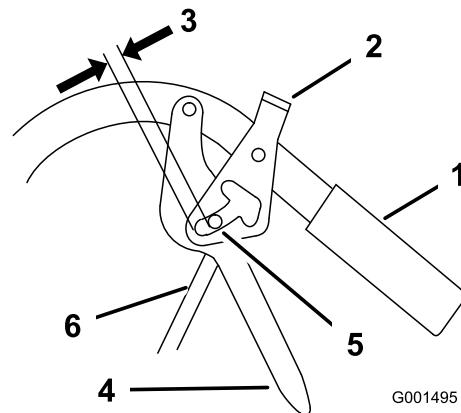

Figura 46
2. Ajuste la longitud de la varilla de control enrosmando la varilla en el acoplamiento o desenroscándola, hasta que quede una holgura de 5 a 6 mm (3/16 a 1/4 pulg.) entre la varilla de control y la parte inferior del mecanismo de bloqueo de punto muerto/freno de estacionamiento (Figura 46).
3. Instale la varilla de control en la palanca de avance y el mecanismo de bloqueo de punto muerto/freno de estacionamiento. Sujete la varilla de control con un pasador de horquilla y un pasador de seguridad (Figura 46).